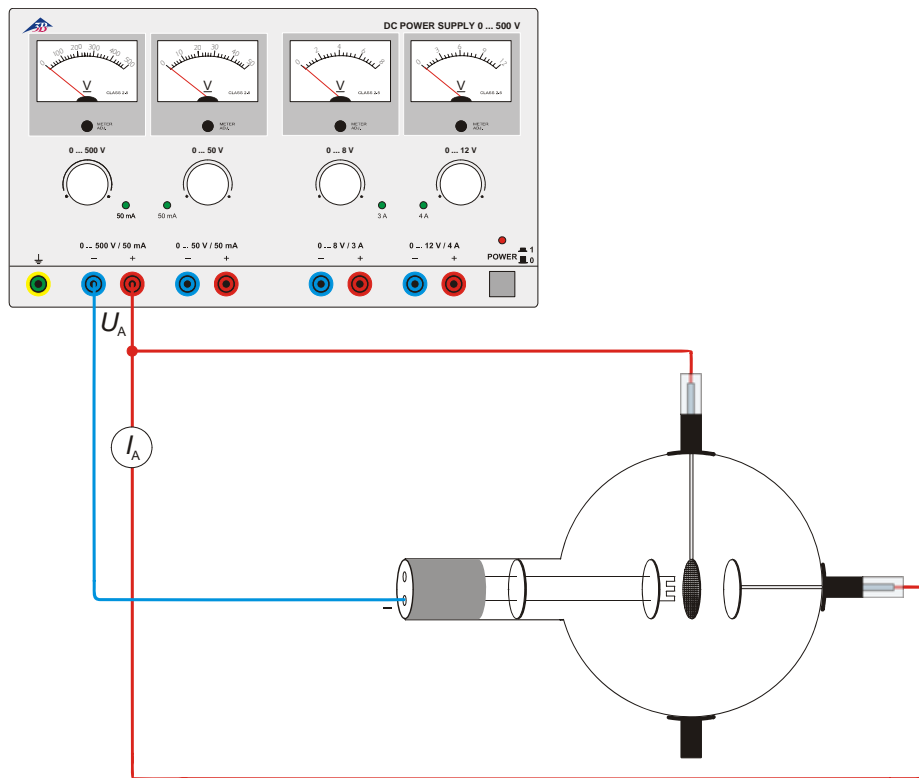

Fig. 3 Descarga autónoma
- Se monta el circuito de acuerdo con la fig. 3.